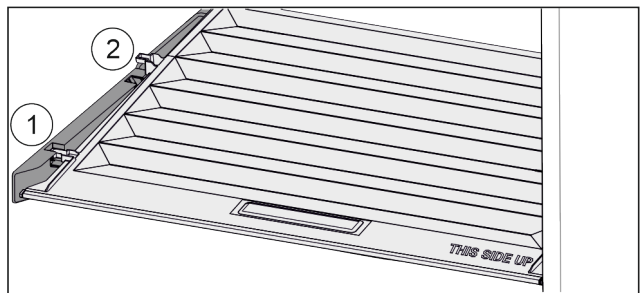

Fig. 33
- Tirer le couvercle vers l'avant jusqu'à dans l'orifice des pièces de retenue Fig. 33 (1).
- Le soulever par le bas à l'arrière et le sortir par le haut Fig. 33 (2).